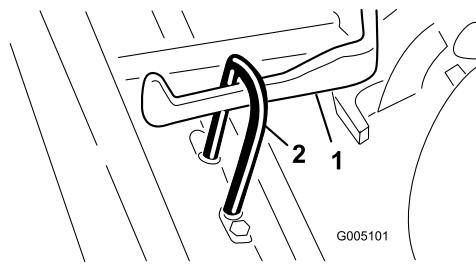

Figura 9
3. Faça deslizar a unidade de corte para debaixo da estrutura enquanto prende o gancho de elevação no braço de elevação (Figura 9).